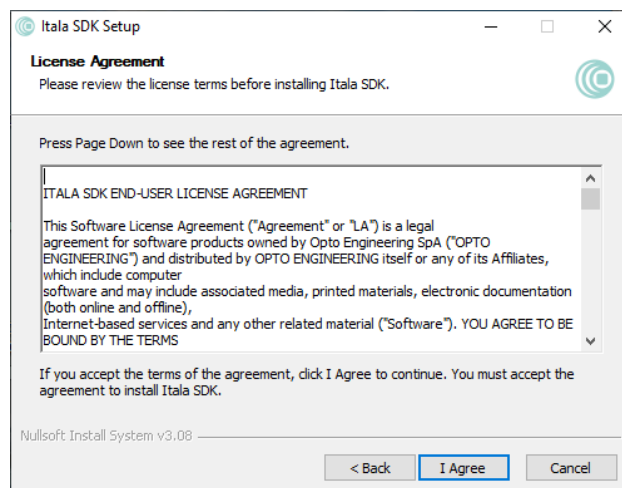

Figure 23: Itala SDK 许可协议窗口。
3. 安装 Itala SDK 前请查看许可条款（Fig.23）。